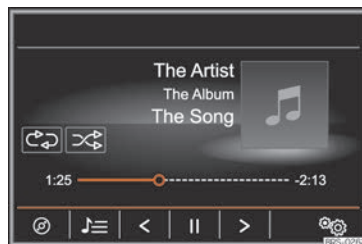

Fig. 205 MEDIA main menu.
- Press the  function button **»»» Fig. 205.**